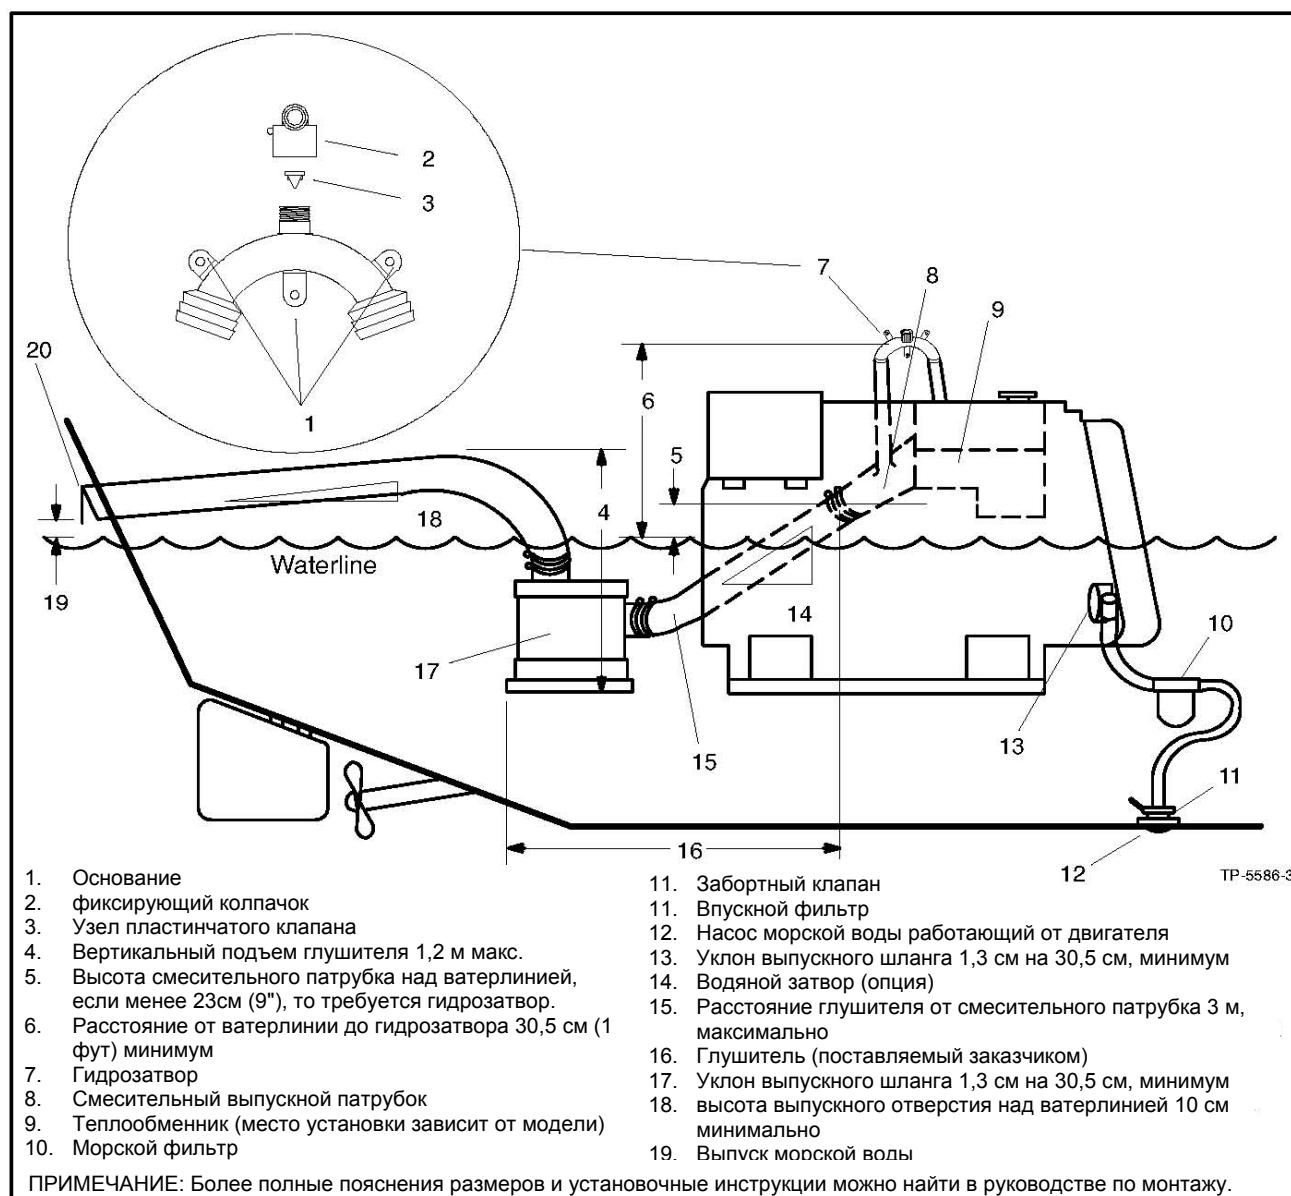

Рисунок 5-9 Гидравлический затвор (пластиковый типа U)
2. Снять фиксирующий колпачок и вынуть узел пластинчатого клапана для осмотра. См. Рисунок 5-9.